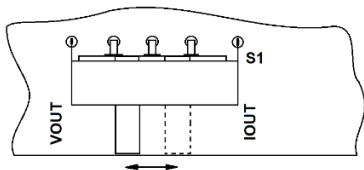

Рисунок 2 – Выбор режима
2. Перевести переключатель S1 в необходимое положение, для выходного токового сигнала или сигнала напряжения соответственно. Рисунок 2.